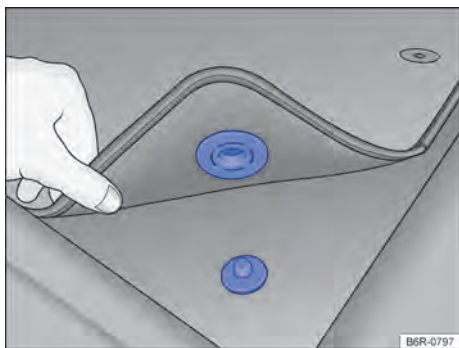

Fig. 22 Tapete dianteiro do lado do condutor com fixação no pino do tapete.
- ✓ Acomodar bem o tapete na área para os pés do lado do condutor de modo que não obstrua a área dos pedais. O tapete dianteiro do lado do condutor pode ter fixação no pino do tapete → Fig. 22.